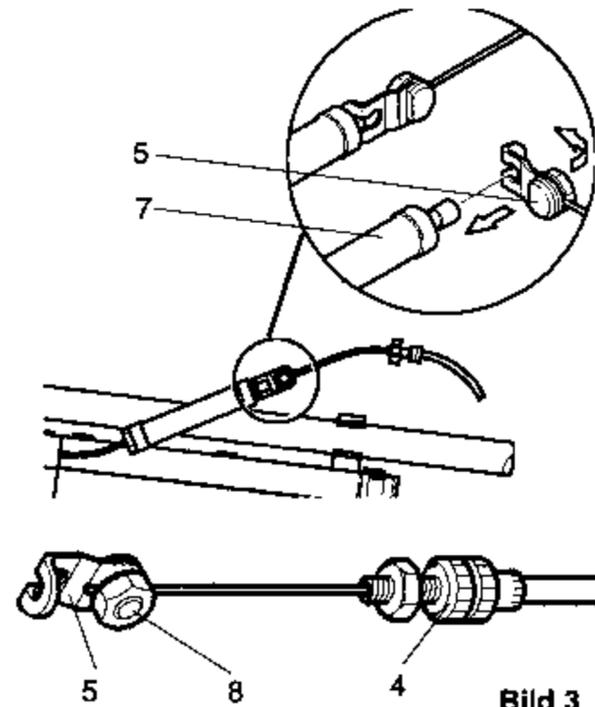

Bild 3
- Trennen des Schaltzuges vom Clickstick durch Aushängen der Verbindungsflasche (5, Bild 3)